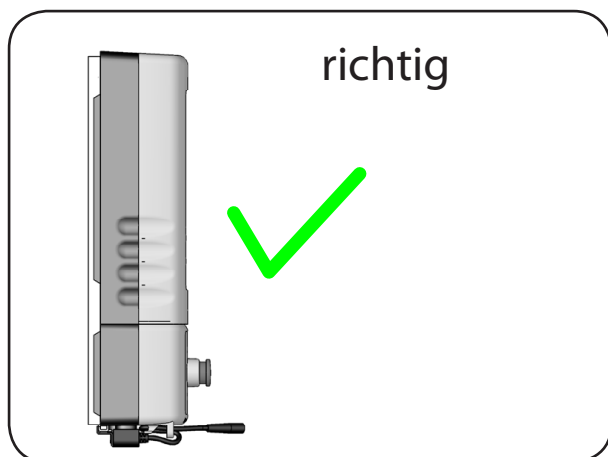

Abbildung 27
3. Zum Einsetzen verfahren Sie in der umgekehrten Reihenfolge. Achten Sie darauf, dass der Entriegelungshebel in der Montageschiene einrastet und der Akkupack an der Montageschiene fest anliegt (Abbildung 27).